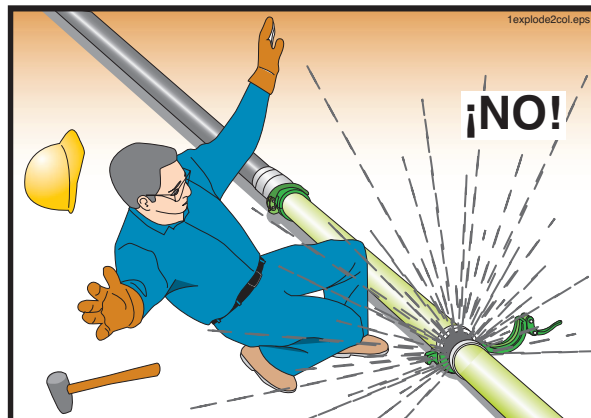

Figura 83
- 17.9 **⚠️ ADVERTENCIA** Nunca abra una tubería presurizada (Figura 83). El operador de la bomba debe descargar la presión antes de que Ud. abra la tubería. Si la línea está presurizada con aire comprimido, deje que el operador descargue la presión y verifique que el aire haya escapado antes de que Ud. siga adelante.